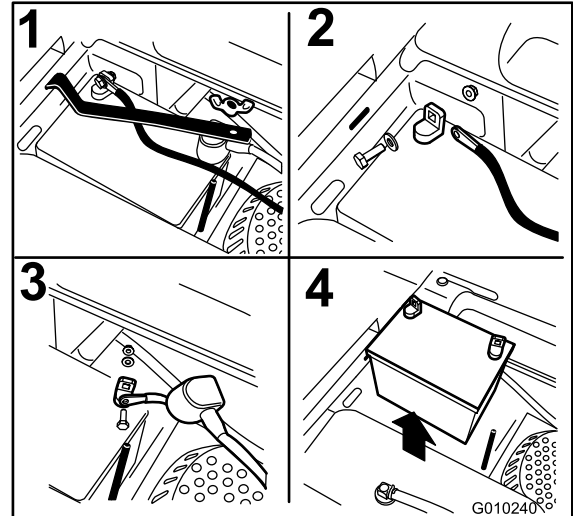

Bild 48
3. Nehmen Sie die Flügelmutter ab, mit denen die Batterieklemme befestigt ist (Bild 48).
4. Klemmen Sie zunächst das Minuskabel (schwarz) vom Minuspol (-) (schwarz) der Batterie ab (Bild 48).
5. Schieben Sie die rote Polkappe vom Pluspol (rot) der Batterie ab, und klemmen Sie das Pluskabel (+) (rot) ab (Bild 48).
6. Nehmen Sie die Klemme ab (Bild 48).
1. Legen Sie die Batterie in den Ständer, sodass die Klemmen auf der anderen Seite des Hydraulikbehälters sind (Bild 48).
5. Befestigen Sie die Kabel mit zwei Schrauben, 2 Scheiben und 2 Sicherungsmuttern (Bild 48).
6. Setzen Sie die Klemme auf auf und befestigen Sie sie mit der Flügelmutter (Bild 48).